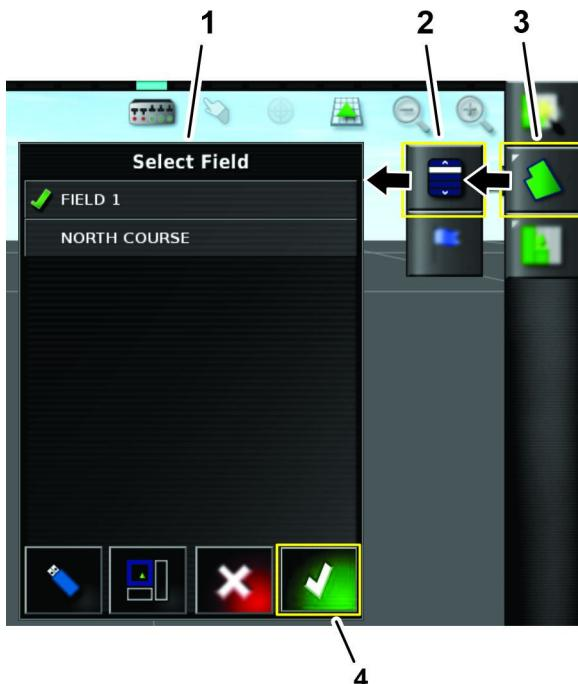

Рисунок 68
6. Выберите название имеющегося поля (Рисунок 68).